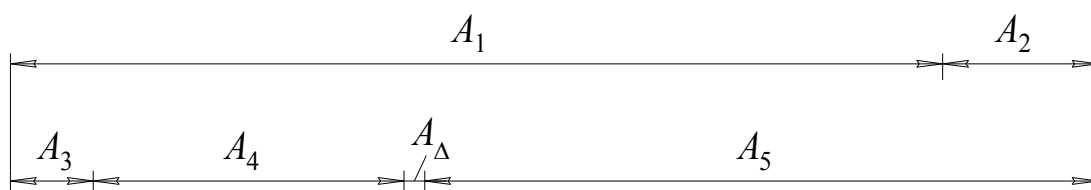

Рис. 8.1. Размерная цепь. Номинальные размеры составляющих звеньев, мм:
Определите номинал и предельные отклонения замыкающего звена  $A_{\Delta}$  сборочной размерной цепи, показанной на рис. 8.1, используя расчет «на максимум – минимум».
Поля допусков составляющих звеньев размерной цепи (рис. 8.1)
1. Звено  $A_2$  размерной цепи, показанной на рис. 8.1, увеличили на 1 мм, а звено  $A_3$  – на 2 мм. Какой номинальный размер в этом случае будет иметь замыкающее звено цепи?
2. У размерной цепи, показанной на рис. 8.1, все составляющие звенья должны быть изготовлены по 7-му качеству точности. Верно ли утверждение, что в этом случае поле допуска замыкающего звена составит 120 мкм?